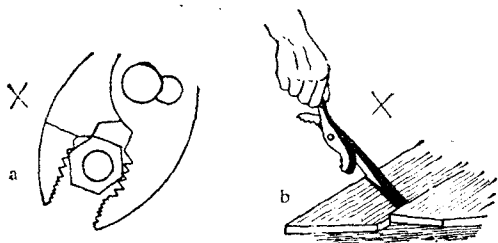

图 1-9 钳子的错误使用法
(1) 使用前应擦净钳子上的油污以免工作时滑溜，工作后应保持清洁。
(2) 使用时必须将工作物夹牢后再用力切割或扭弯，用鲤鱼钳夹持稍大工作物时，可放大钳口。
(3) 禁止用钳子代替扳手拆装螺钉，或用钳柄代替撬棒（如图1-9）；也不可用它夹持过热的物件，以免损坏或退火。